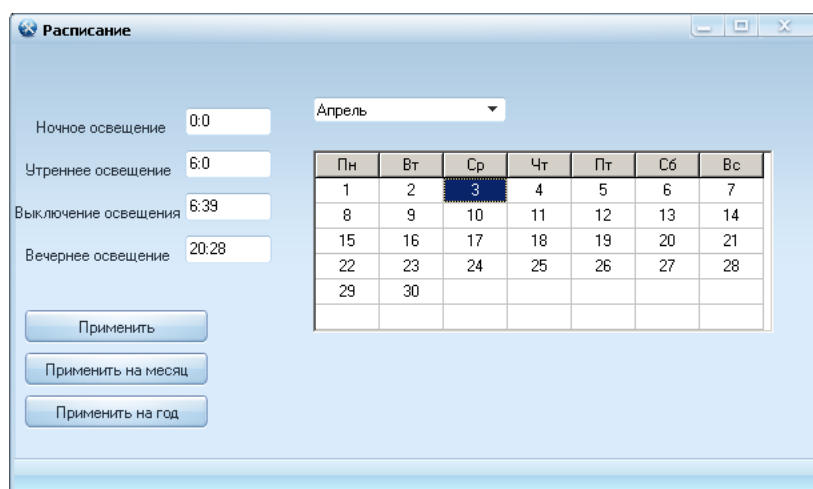

Рисунок 7. Загрузка расписания.
– Для загрузки расписания автономного управления освещением необходимо нажать на кнопку «Расписание» вкладки «Журнал/Время» (см. рис. 7). УСПД УНО-2 поставляется без расписания. Описываемый вариант загрузки расписания является вспомогательным. Для загрузки расписания рекомендуется использовать ПО «Освещение».